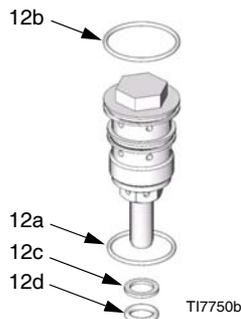

FIG. 13. Detalle de la válvula de seta
4. Vea la FIG. 13. Desenrosque los conjuntos de los contrapuntos (12). Es posible que las juntas tóricas pequeñas (12c, 12d) no salgan de los conjuntos de contrapuntos. Asegúrese de retirarlas de la tapa superior (1) o de la cubierta inferior (3).
6. Lubrique los conjuntos de válvulas de seta (12) y vuelva a instalarlos en la tapa superior(1) y la cubierta inferior (3). Apriete a un par de 38-42 lbs·pie (51,3-56,7 N·m).